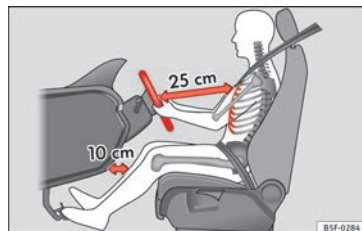

Abb. 74 Der richtige Abstand des Fahrers zum Lenkrad.
- Stellen Sie das Lenkrad so ein, dass der Abstand zwischen Lenkrad und Brustkorb mindestens 25 cm beträgt » **Abb. 74.**
- Stellen Sie den Fahrersitz so ein, dass zwischen Ihrem Brustkorb und der Lenkradmitte ein Abstand von mindestens 25 cm vorhanden ist » **Abb. 74.** Sitzen Sie näher als 25 cm, kann Sie das Airbag-System nicht richtig schützen.